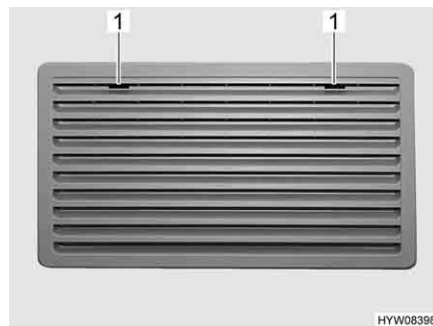
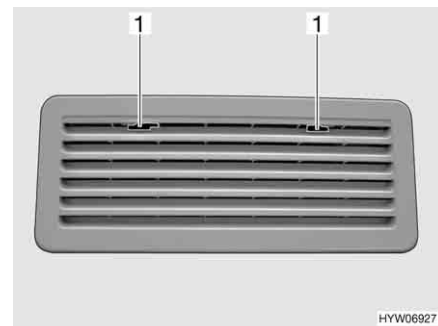

Bild 222 Kylskåpets ventilationsgaller (Thetford stort)
Bild 223 Kylskåpets ventilationsgaller (Thetford litet)
- Skjut spärren (Bild 222, 1 eller Bild 223, 1) till mitten.